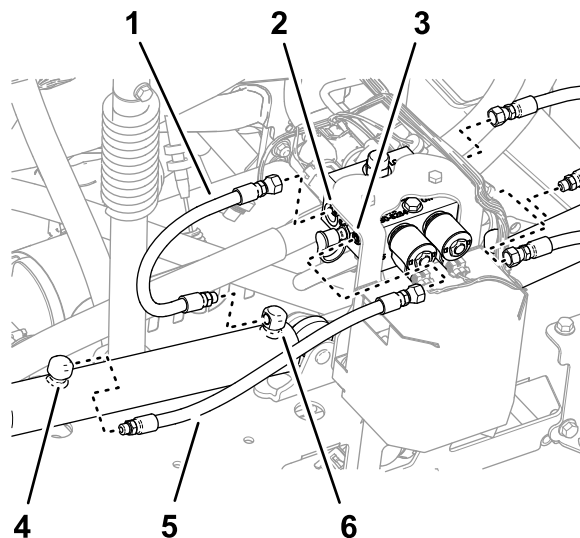

Рисунок 37
- Отсоедините шланги от отверстий выдвижения левого и правого подъемных цилиндров (Рисунок 37).
- Отсоедините шланги от отверстий C2 и C4 коллектора подъемного цилиндра (Рисунок 37).
- Отсоедините шланги от отверстий втягивания левого и правого подъемных цилиндров (Рисунок 37).
- Отсоедините шланги от отверстий C1 и C3 коллектора подъемного цилиндра (Рисунок 37).